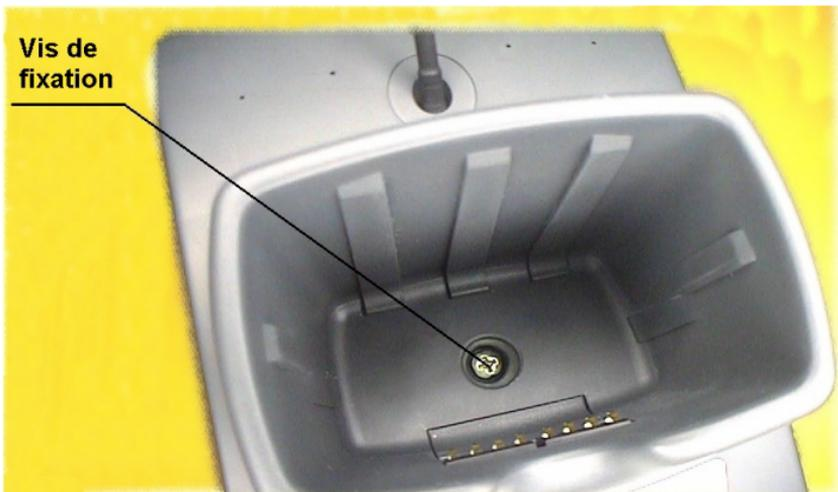

Figure 2- OM-DRAGON™ – face avant
7. Fixer la base avec la vis de fixation (voir figure 2)